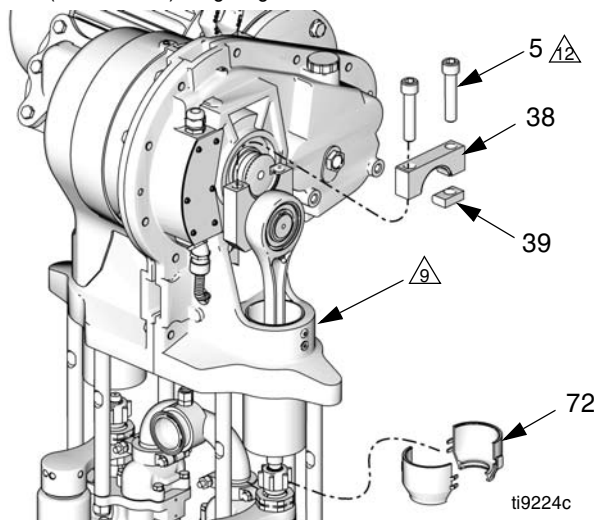

ABB. 6. Kurbelarmkappe entfernen
- d. Mit Hilfe eines 1-5/8-Zoll-Gabelschlüssels die Kupplungsmutter (14) vom Schieberkolben (9) lösen und sie auf die Kolbenstange der Pumpe herabgleiten lassen. Darauf achten, dass die Klemmringe (13) nicht verlorengehen.
- e. Siehe ABB. 6. Mit Hilfe eines 1/2-Zoll-Sechskantschlüssels die zwei Abschlussschrauben (5) abschrauben. Die Kurbelarmkappe (38) und den Keil (39) entfernen. Wenn nötig einen Kunststoffhammer verwenden, um diese Bauteile zu lösen.
1. Den Kurbelarm (4) so positionieren, dass er die Ausgangswelle (OS) erfasst, und drehen Sie ihn zur Unterseite der Ausgangswelle.
2. Einen sauberen Lappen auf den Schieberzylinder (2) legen, damit während des Zusammenbaus kein Schmutz in die Schieberbaugruppe fällt.
3. Siehe ABB. 6. Gleitmittel (LPS®-04110 oder gleichwertig) auf das Gewinde der Abschlussschrauben (5) auftragen. Den Keil (39), die Kurbelarmkappe (38) und die Abschlussschrauben (5) in der gezeigten Ausrichtung anziehen. Während die spaltseitige Schraube noch locker ist, die keilseitige Schraube mit 283-310 N•m (210-230 ft-lb) anziehen. Sodann auch die spaltseitige Schraube mit 283-310 N•m (210-230 ft-lb) anziehen. Die Schrauben jeweils mit 2-3 weiteren Umdrehungen festziehen, oder so lange, bis sie auf 283-310 N•m (210-230 ft-lb) festgezogen sind.
4. Vergewissern Sie sich, dass die Klemmringe (13) sich in ihrer Position an der Kupplungsmutter (14) befinden.
5. Einen 3/4-Zoll-Schlüssel an der Fläche des Schieberkolbens (9) anlegen, damit sich der Schieberkolben beim Anziehen der Kupplungsmutter (14) nicht dreht. Den Schlüssel so ausrichten, dass er an einer der Verbindungsstangen (3) abgestützt ist. Die Kupplungsmutter (14) auf den Schieberkolben (9) aufsetzen und sie mit einem Anzugsmoment von 102 - 108 N•m (75-80 ft-lb) festziehen.
6. Die Abdeckungen (72) wieder anbauen, indem die unteren Lippen mit der Nut in die Kappe der Ökertasse gesteckt wird. Die beiden Abdeckungen zusammenschnappen lassen.